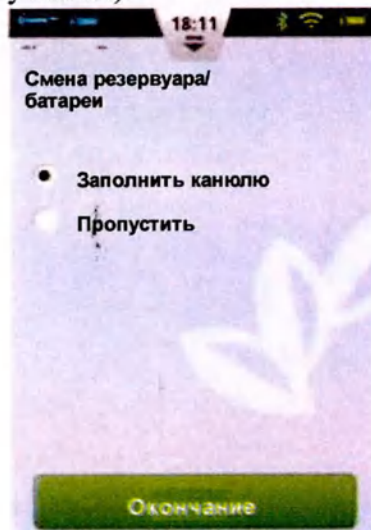

Рисунок 84
5. Теперь выберите, впрыскивать ли инсулин в канюлю или нет (рисунок 84). После завершения помпа начнет подачу.